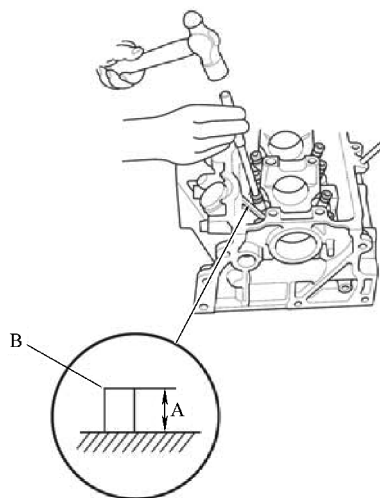

图 10-34 安装气门导管
9) 在新气门导管的外侧, 涂抹一薄层新的机油。从气缸盖的凸轮轴侧安装导管; 使用气门导管拆装器将导管压至导管 B 规定的安装高度 A, 如图 10-34 所示。如果要安装所有的导管, 可能需要重新加热气缸盖。